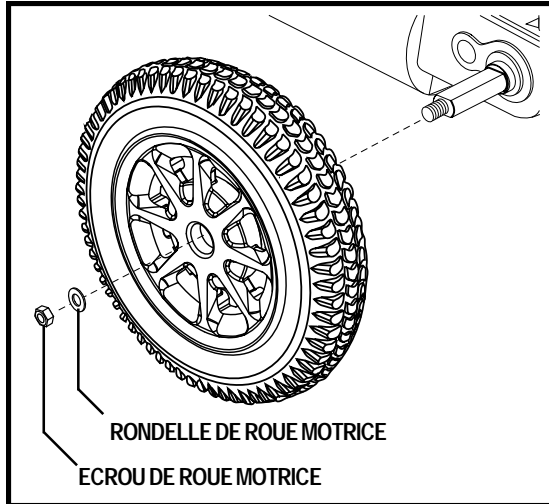

Figure 32. Roue motrice du Jazzy 1122
4. Retirez les écrous et le rondelle de roue motrice sur l'essieu. Voir la figure 32.